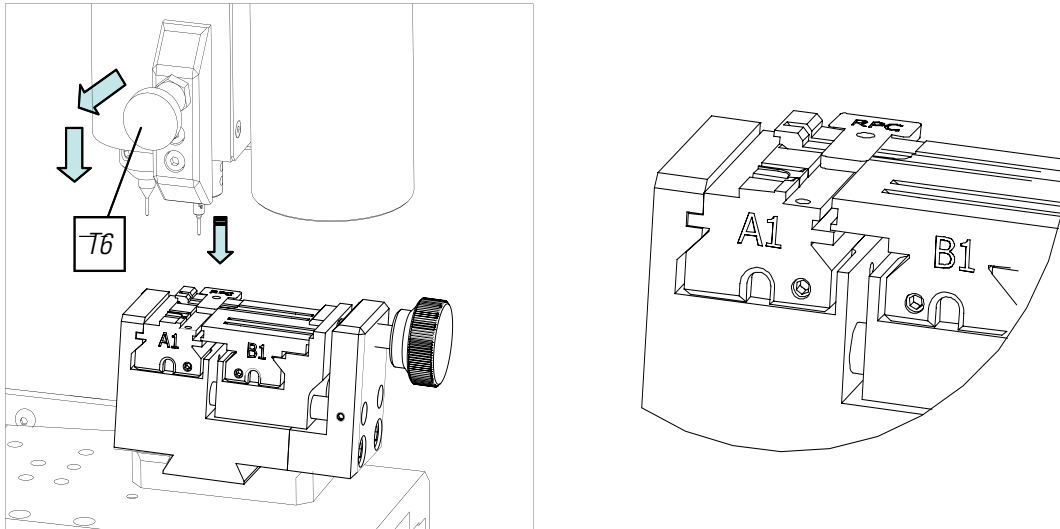

FIG. 18
- 2) Colocar la chapa de ajuste RPC en la mordaza, por la parte posterior de la mordaza (Fig. 18).